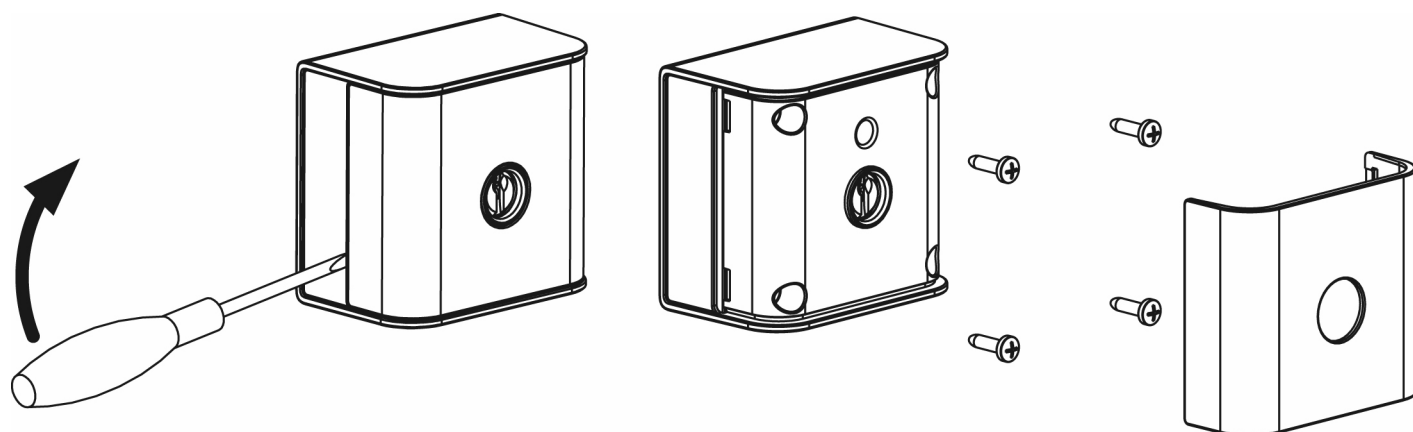

Fig. 1
2. Rimuovere il frontalino facendo leva con un cacciavite a taglio (Fig. 1).
3. Rimuovere il frontalino facendo leva con un cacciavite a taglio (Fig. 1).
4. Rimuovere il frontalino facendo leva con un cacciavite a taglio (Fig. 1).
2. Remove the front panel by levering it off with a flat blade screwdriver (Figure 1).
3. Remove the front piece by levering it off with a flat blade screwdriver (Figure 1).